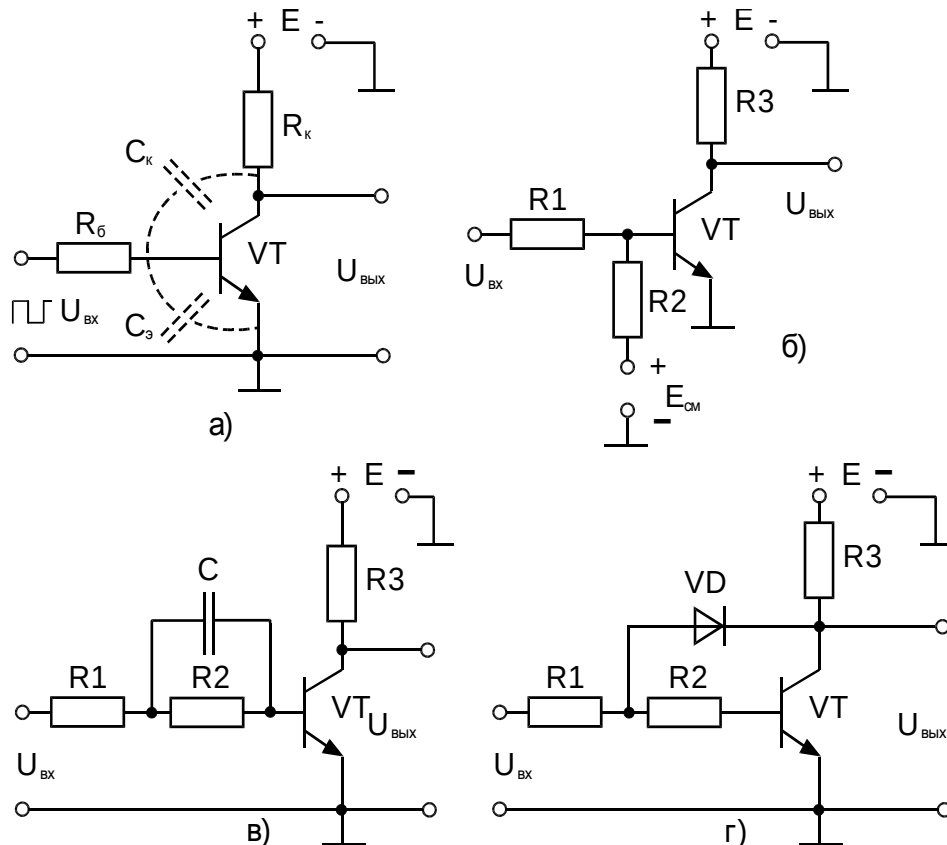
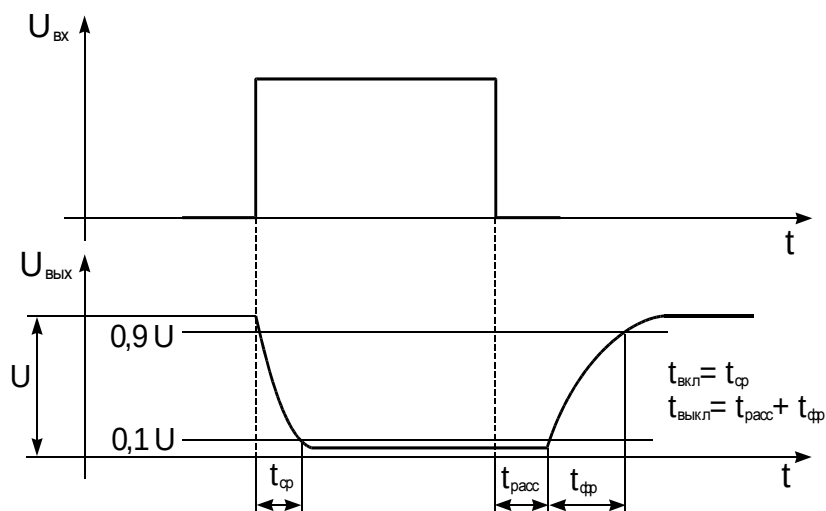

Рис. 1. Различные схемы ключей на биполярных транзисторах
Рис. 2. Осциллограммы входного и выходного импульсов ключа
Простейший ключ выполняется на транзисторе, включенном по схеме с ОЭ, имеющем ограничительное сопротивление в цепи базы (рис. 1, а). Этот транзистор имеет большое время выключения $t_{\text{выкл}} = t_{\text{расс}} + t_{\text{фр}}$ из-за рассасывания избыточного заряда из базы (рис. 2). Задержка выключения зависит от коэффициента насыщения транзистора $K_{\text{нас}} = I_{\text{б}}/I_{\text{б.нас}}$, где $I_{\text{б}}$ — ток базы; $I_{\text{б.нас}} = I_{\text{к.нас}}/\beta$ — ток базы, полностью открывающий транзистор до порога насыщения. Обычно $K_{\text{нас}} = 3 \dots 5$. Время включения транзистора $t_{\text{вкл}} \approx t_{\text{ср}}$ (рис. 2).
- а) форсирующий конденсатор (рис. 1в), во время переходного процесса увеличивающий I_b (соответственно $K_{нас}$) для ускорения отпирания и запираания транзистора;
- б) источник запирающего смещения цепи базы (рис. 1б), который «вытягивает» носители из базы при запираании транзистора;
- в) нелинейную обратную связь (VD), снижающую ток базы при сильном отпирании транзистора. Быстродействующий диод ответвляет часть тока в коллекторную цепь и устраняет режим насыщения, следовательно, исчезает время рассасывания $t_{расс}$ (рис. 1г).
В макете есть встроенный генератор прямоугольных импульсов. Клеммы «Вход» предназначены для наблюдения осциллограммы входного сигнала, «Выход» — выходного сигнала. Клеммы XS1...XS4 и перемычка позволяют изменять схемы ключа на транзисторе (рис. 1, а–г).